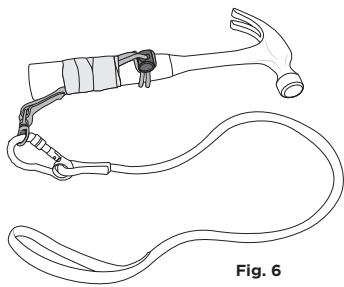

Fig. 6
6. Attach a tool lanyard to complete an appropriate tethering system [fig. 6].
- Acople una cuerda de amarre para herramientas para que el sistema de anclaje sea el adecuado [fig. 6].